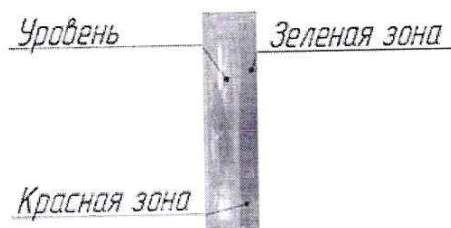

Рис.13. Оптический гравитационный индикатор наклона
- При передвижении подъемника по лестнице следует проверить индикатор уклона (Рис.13);